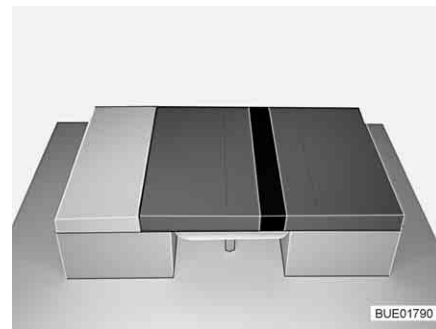

Bild 97 Efter ombyggnaden
- Lägg den extra dynan mellan sittdynorna (se Bild 97).